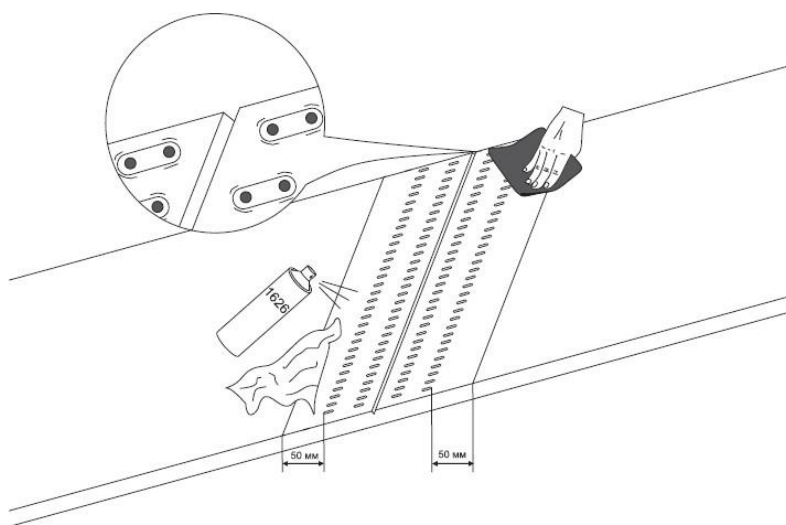

Рис. 7. Очистка поверхности в области стыка
5. Проторите и очистите поверхность ленты в области стыковки с отступом в 50мм от крайних соединителей (см. рис. 7).